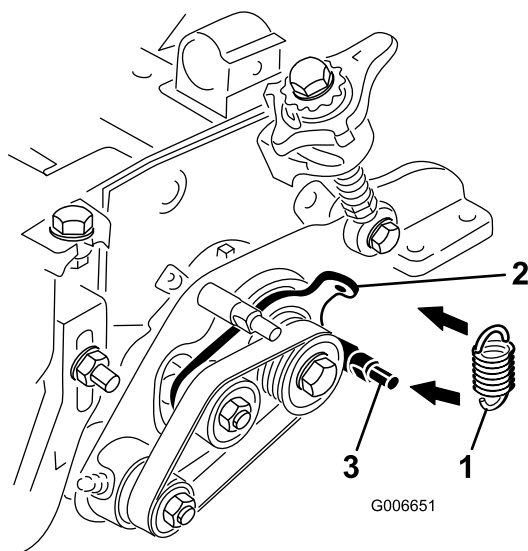

図 26
29. アイドラスプリングをアイドラプレートに掛け、グルーマプレートの低い方のスタッドに掛け回す図 26。スプリングフックの開いている側の端部が駆動プーリを向くように取り付ける。